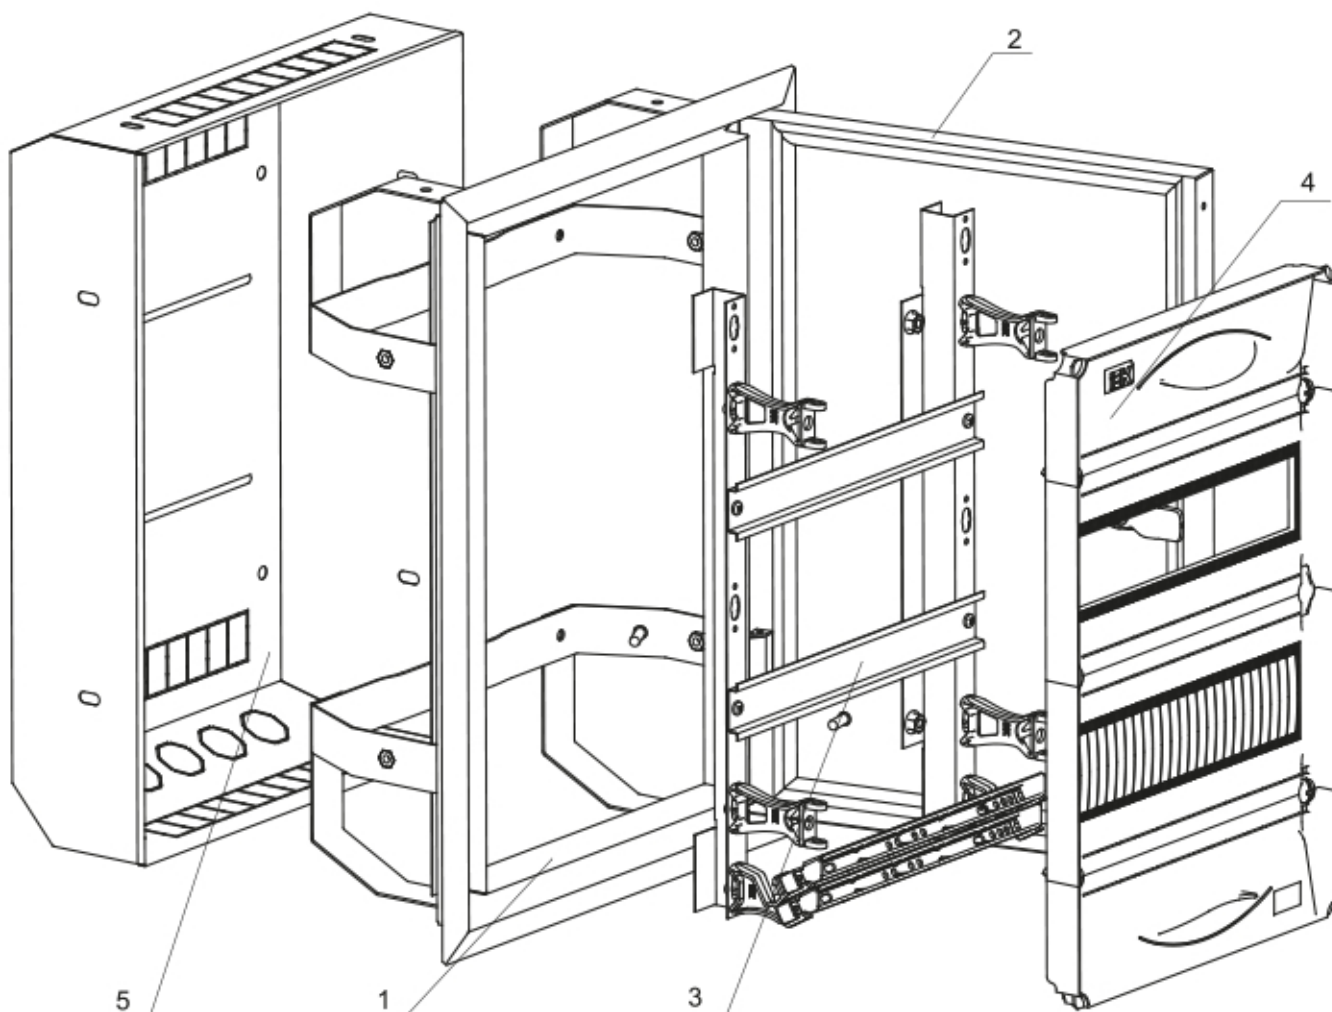

Рисунок 1 – Состав изделия
4.1 Корпус металлический ЩРв серии UNIVERSAL конструктивно состоит из оболочки (1) с открывающейся дверью (2), монтажной рамы (3) и оперативной панели (4) (рисунок 1).
4.3 Для повышения степени защиты встраиваемой части корпуса до IP20 в состав изделий с литерой «к» входит защитный кожух (5) (рисунок 1).